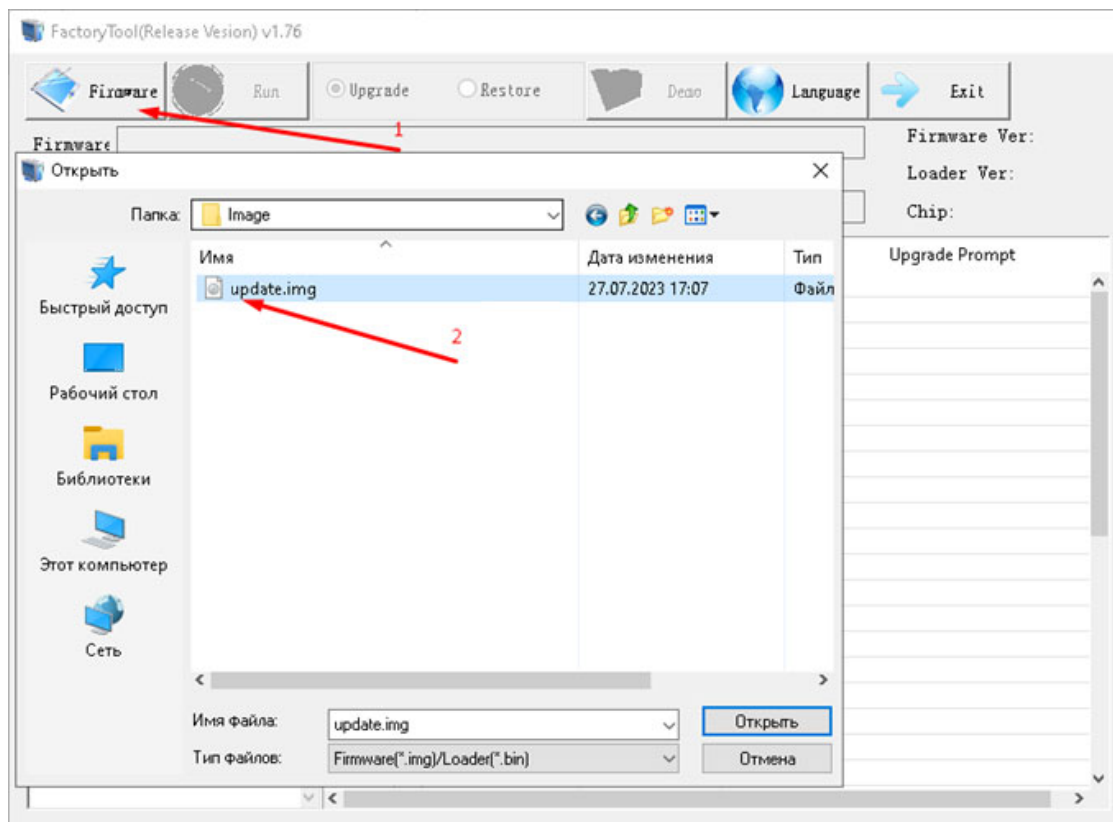

Рисунок 11 – Выбор файла для обновления ПО в энергонезависимой памяти (еММС)
2) загрузите образ ОС в программу для обновления ПО в энергонезависимой памяти (eMMC): нажмите кнопку Firmware в левом верхнем углу интерфейса (см. рисунок 11) и выберите файл update.img из директории Image. Пример выбора файла приведен на рисунке 11.